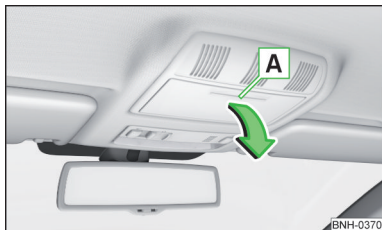

Fig. 75 Deschiderea compartimentului pentru ochelari
- ▶ Apăsăți pe capacul compartimentului pentru ochelari în zona **A** » fig. 75.
- ▶ Rabatați capacul în sens contrar săgeții » fig. 75, până se fixează cu un zgomot specific.